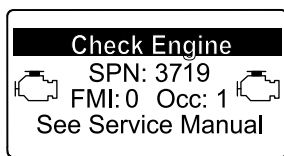

Figure 47
- Avertissement moteur SPN 3719, FMI 0 (Figure 47)